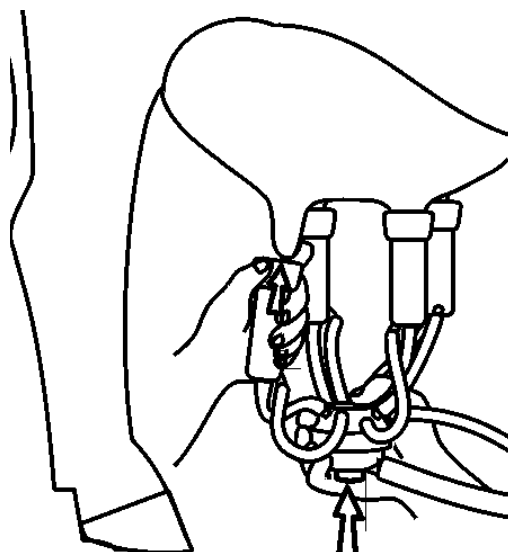

Рисунок 15. – Надівання доїльних стаканів
6.3.4 Надіти швидким рухом, випрямляючи трубку, доїльний стакан на дальній від себе сосок. Не допускати при цьому тривалого підсосу повітря крізь доїльний стакан (рис.15).